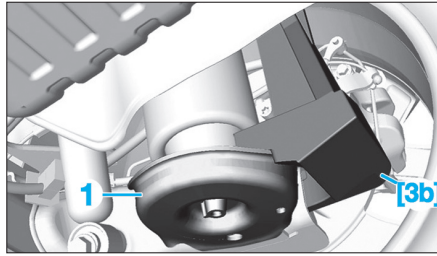

Fig. 64
- Positionner la cale de mise en hauteur [2] sur la coupelle inférieure (1) du côté correspondant (Fig.64).